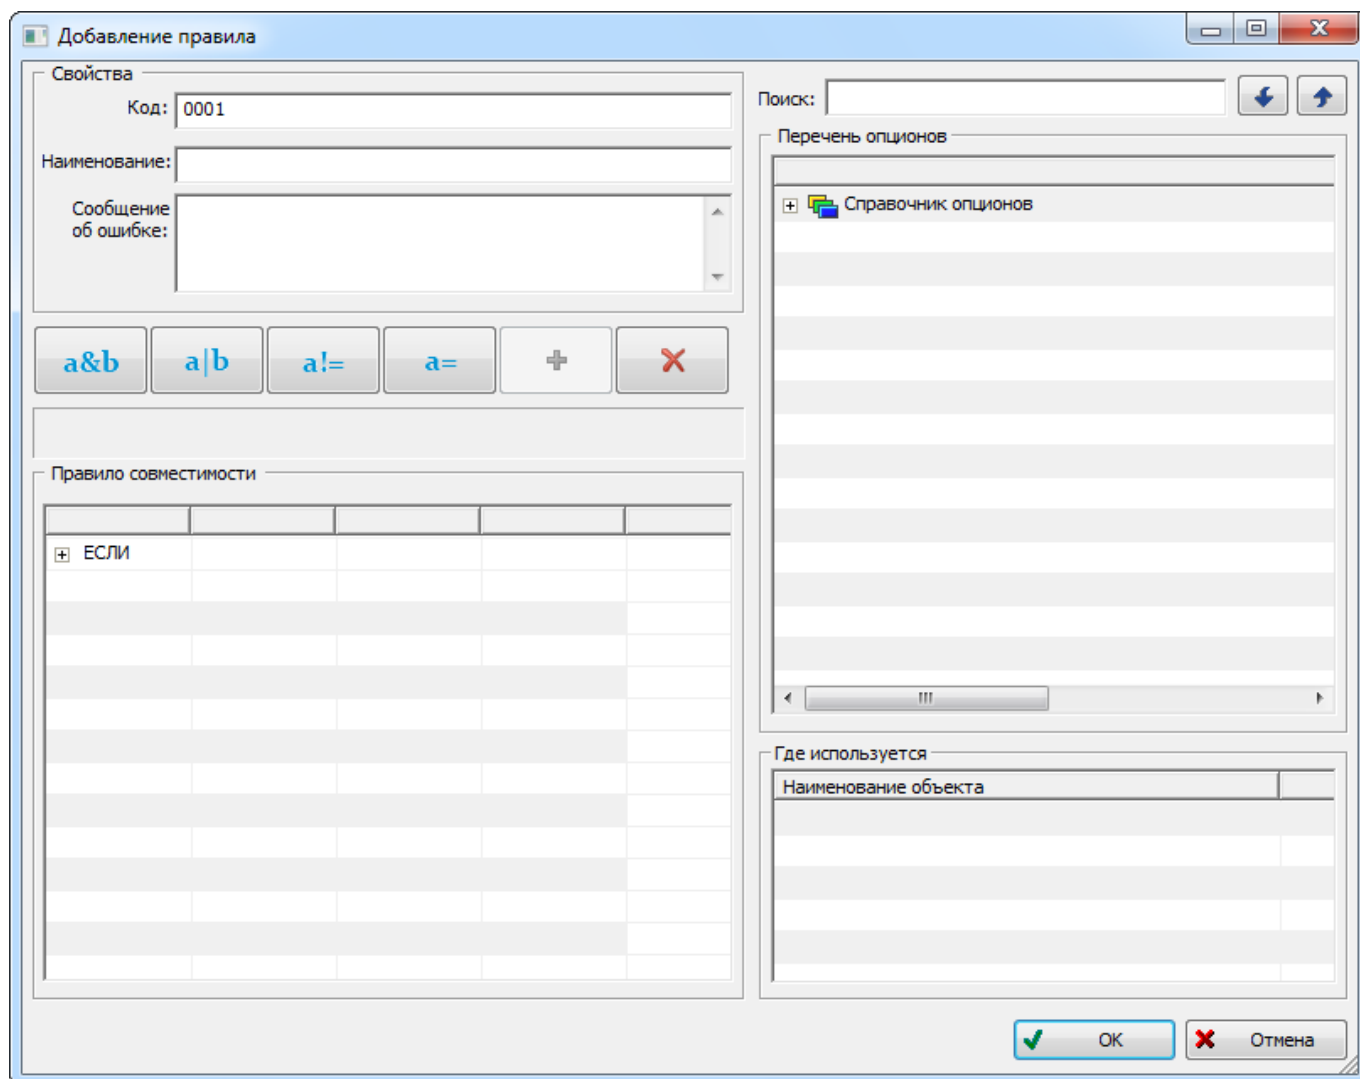

Рис. 10-179 – Редактор правил совместимости опционов
- 2) Нажать кнопку «Найти» панели «Опционы» на вкладке «Редактирование». После этого появится окно «Поиск» (рис. 10-179).
В группе полей «Параметры опциона» выводится информация по выбранному опциону. Если нажать кнопку справа от поля «Наименование», откроется окно поиска опционов, рассмотренное ранее на стр. 428 (рис. 10-179). С его помощью можно выбрать новый опцион – правила, связанные с этим опционом будут добавлены в окно «Поиск правила совместимости по опциону».